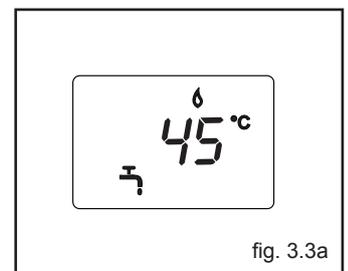

fig. 3.3a
Inverno: ruotando il selettore di funzione (1 - fig. 2.1a) all'interno dell'area contraddistinta con + e - (fig. 3.1b) la caldaia fornisce acqua calda sanitaria e riscaldamento. In caso di richiesta di calore, la caldaia si accende, il visualizzatore digitale indica la temperatura dell'acqua di riscaldamento, l'icona di funzionamento in riscaldamento e l'icona fiamma (fig. 3.2a). In caso di richiesta di acqua calda sanitaria, il visualizzatore (4) indica la temperatura dell'acqua sanitaria, l'icona di funzionamento in sanitario e l'icona fiamma (fig. 3.3a).
Estate: ruotando il selettore sul simbolo estate ☐ (fig. 3.1a) si attiva la funzione tradizionale di solo acqua calda sanitaria. In caso di richiesta di acqua calda sanitaria, il visualizzatore (4) indica la temperatura dell'acqua sanitaria, l'icona di funzionamento in sanitario e l'icona fiamma (fig. 3.3a).